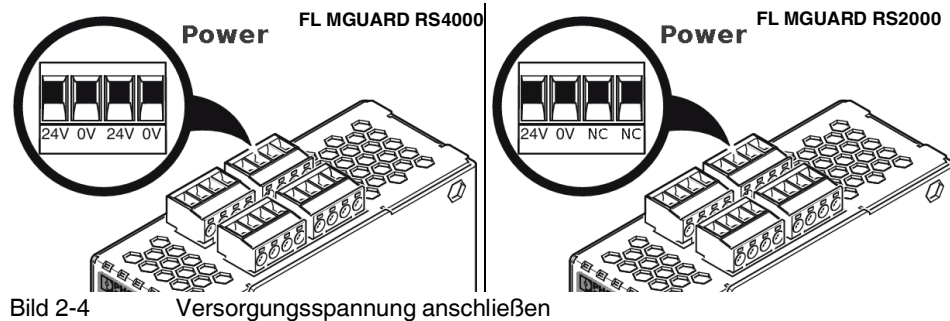

Bild 2-4 Versorgungsspannung anschließen
- Stecken Sie die Schraubklemmen auf die vorgesehenen Buchsen auf der Oberseite des Geräts (siehe Bild 2-4).